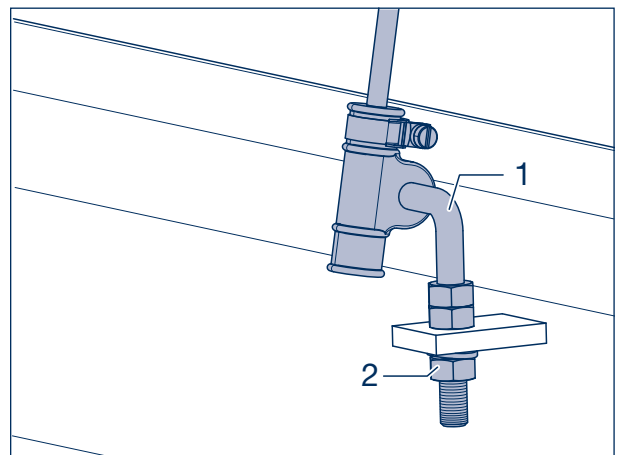

Bild 32
- [42] Anlenkung (Bild 32/1) des Luftfederventils in die Lasche einsetzen und mit Mutter (Bild 32/2) und Federring befestigen.